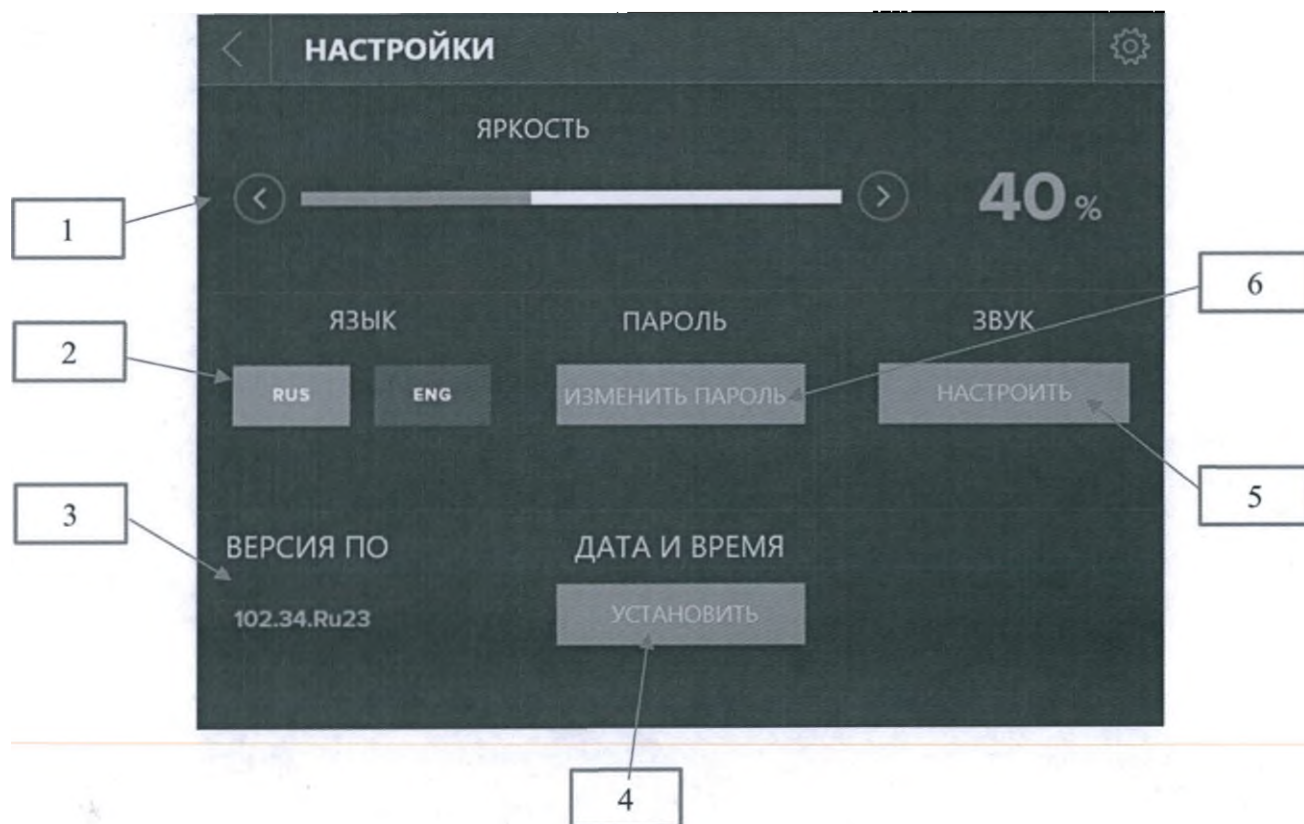

Рис. 21. Экран «НАСТРОЙКИ»
Для смены пароля входа в систему необходимо нажать кнопку (6) на экране «НАСТРОЙКИ» (рис. 21).
Для изменения даты и времени необходимо нажать кнопку (4) на экране «НАСТРОЙКИ» (рис. 21).